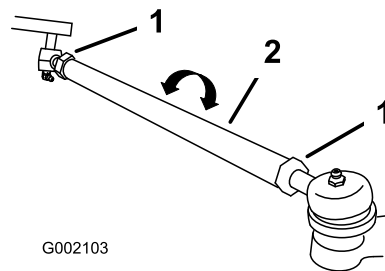

Figura 45
3. Se la misura non rientra nel range previsto (vedere le dimensioni ed i parametri riportati all'inizio di questa operazione), allentate i controdadi da ambo i lati dei tiranti (Figura 45).